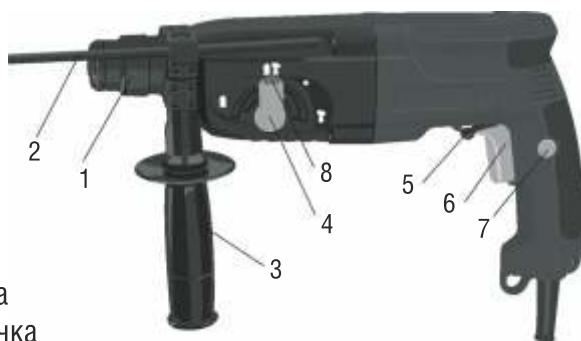

Рис. 1
Настоятельно рекомендуется использовать дополнительную (боковую) рукоятку (8)(См. Рис.1) во время работы. Точный контроль над инструментом значительно повышает безопасность и удобство работы.
Установите боковую рукоятку (8)(См. Рис.1) на ствол перфоратора.
Нажмите на кнопку-фиксатор (2)(См. Рис.1).
Чтобы включить перфоратор, нажмите на клавишу выключателя (6)(См. Рис.1).
Кнопка фиксации пуска (5)(См. Рис.1) позволяет поддерживать максимальную скорость вращения без необходимости постоянного нажатия на клавишу пускового выключателя (6)(См. Рис.1).
При нажатой пусковой клавише (6) нажмите кнопку фиксации (5)(См. Рис.1).
Чтобы снять блокировку и выключить перфоратор, достаточно еще раз нажать на клавишу пускового выключателя (6)(См. Рис.1).
Вы можете установить необходимое направление вращения патрона с помощью переключателя реверса (4)(См. Рис.1).
Используя рукоятку переключателя режимов работы (3)(См. Рис.1) можно установить несколько режимов работы перфоратора: